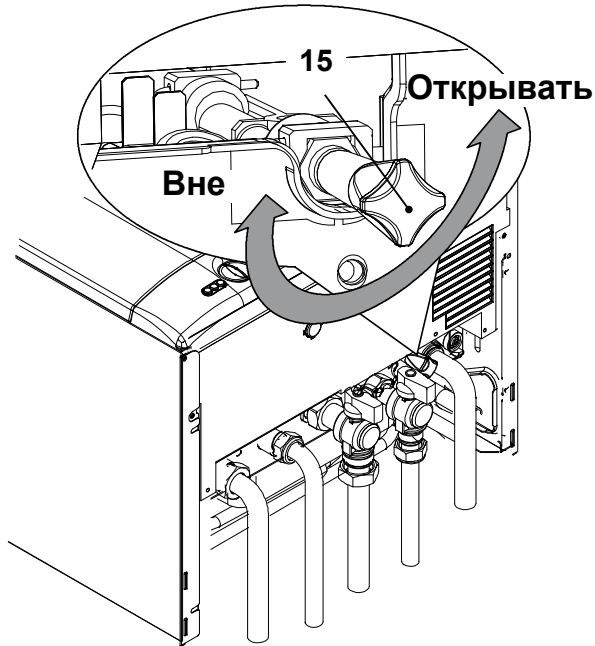

рис. 2.9
- Закройте краны бойлера рис. 2.9;